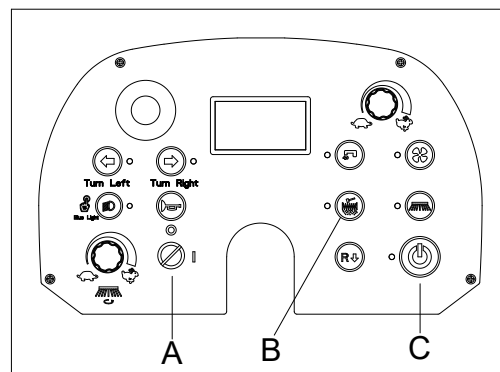

Figura 16
8. Premere il pulsante di avviamento unico (C, Figura 16) per disattivare tutte le funzioni (aspirazione, spazzole principali/laterali e pompa), quindi la spazzola principale e le spazzole laterali verranno sollevate.
9. Premere il pulsante scuotifiltro per accendere lo scuotifiltro (B, Figura 16).
11. Portare la chiave di accensione (A, Figura 16) su "O" e rimuoverla.